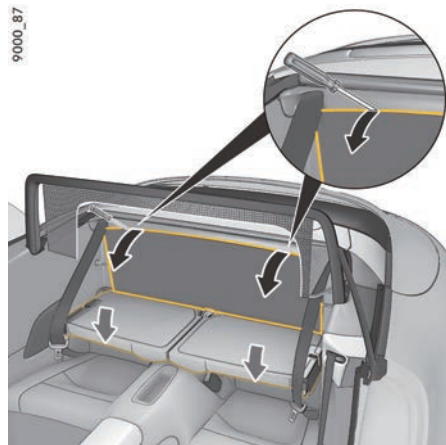

图 111: 向前折叠后排座椅靠背和后壁衬里
2. 向前折叠这些座椅靠背 (图 111)。
如配备, 从两个卡扣中拉出后壁衬里并向前折叠 (图 111)。